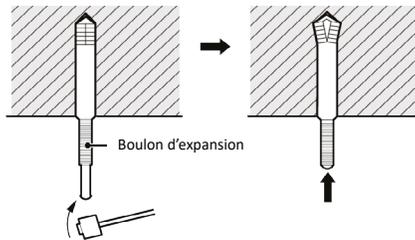

Fig. 4
- (2) Insérez le boulon d'expansion M10 dans le trou, puis enfoncez le clou dans le boulon, comme illustré à la Fig 4.